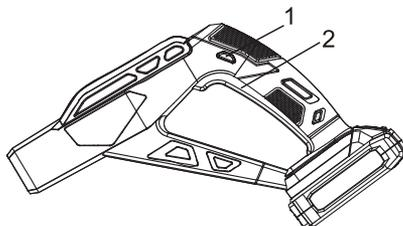

Fig. 11
1. Appuyer sur le bouton de verrouillage (1) (Fig. 11).
2. Tout en appuyant sur le bouton de verrouillage, enfoncer la gâchette (2).